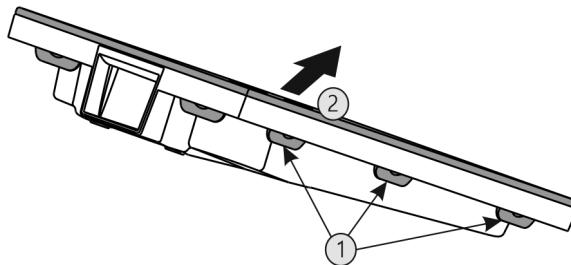

Fig. 49
- Postupne stlačte všetky spony Fig. 49 (1) a odoberte kryt Fig. 49 (2).